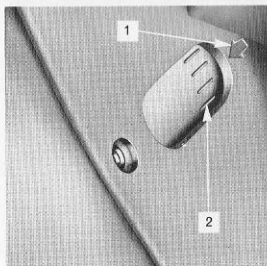

Fig. 76 Tändinställningsmärken på bensinmotor
3. Fortsätt att dra runt motorn sakta tills svänghjulmärket för 2° står mitt för pilen i den rektangulära inspektionsöppningen i bakre motorkåpan, fig. 76. Denna öppning täcks av ett dammskydd, som måste tas bort för att svänghjulet skall bli synligt.